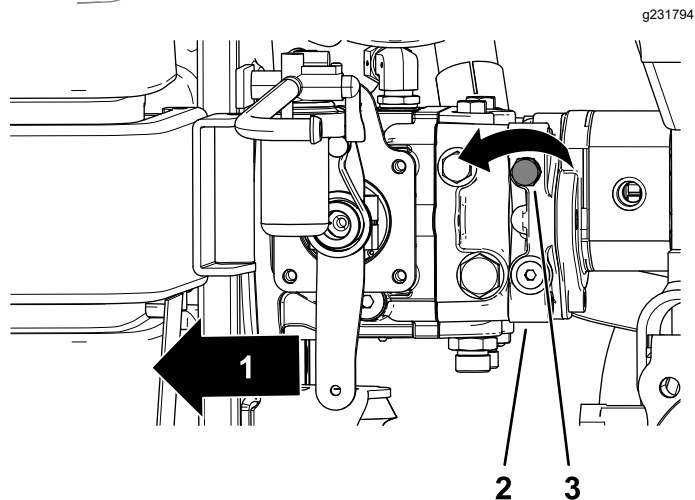

Figura 33
1. Localice el mando de la válvula de desvío, en el lado izquierdo de la bomba hidráulica (Figura 33).
2. Con una llave dinamométrica con un tubo de 17 mm, gire el mando de control 3 giros en sentido antihorario (Figura 33).
2. Con una llave dinamométrica con un tubo de 17 mm, gire el mando de control (Figura 33) en sentido horario hasta que note resistencia (la válvula de desvío está cerrada).